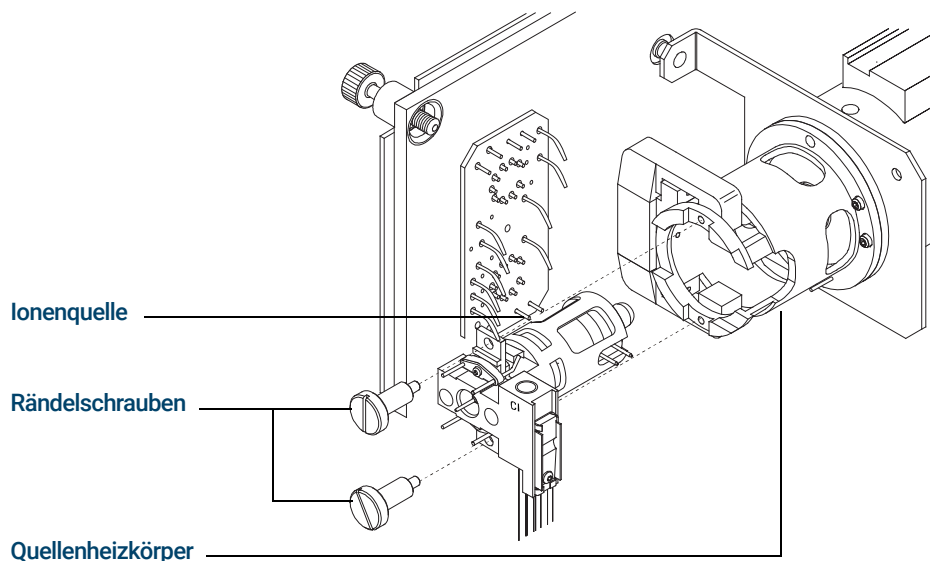

Abbildung 82. Installieren der CI-Quelle
- 3 Schieben Sie die CI-Quelle in den Heizkörper. (Siehe **Abbildung 82.**)
- 4 Installieren Sie die Rändelschrauben. (Siehe **Abbildung 82.**)